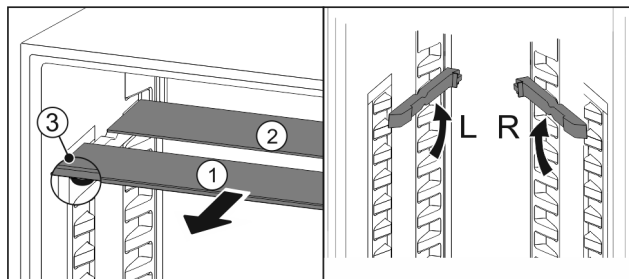

Fig. 50
- ▶ Dra ut Fig. 50 (1) glashyllorna framåt en i taget.
- ▷ Glashyllan Fig. 50 (1) med dekorlistan ligger längst fram.
- ▷ Stoppklackarna Fig. 50 (3) är vända nedåt.